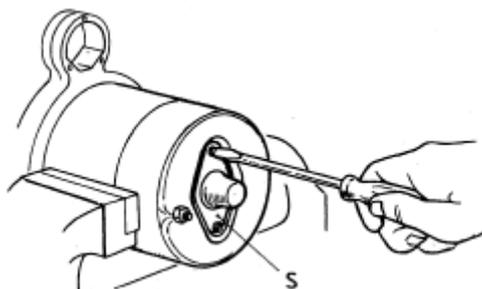

Figura 42:Extracção do capacete ([6])
Agora passemos à desmontagem do estator. Inicia-se a desmontagem pela parte oposta à do pinhão de ataque, o qual suporta o eixo do induzido. Na figura 42 temos um capacete (S), que protege a extremidade do eixo do induzido. Para retirar este capacete, basta remover os dois parafusos que a figura indica. Normalmente, existe uma junta de borracha que também deve ser removida.